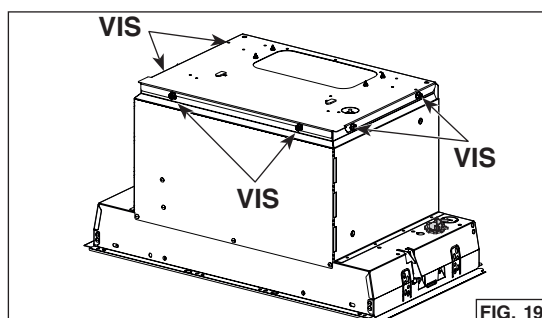

FIG. 19
6. Retirer les 6 vis (2 à l'avant et 2 par côté) retenant la plaque de support du ventilateur au dessus de la hotte (FIG. 19). Soulever soigneusement cette plaque avec le ventilateur et la mettre de côté. La plaque avec le ventilateur sera réinstallée plus tard dans l'appareil.